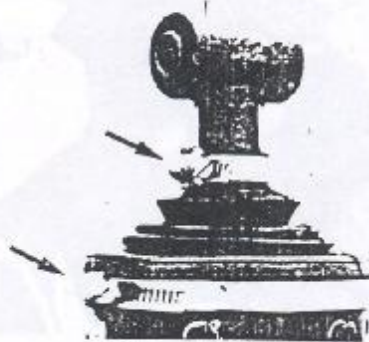

Figura 4.13.3 - Fixação da coifa de proteção.
2. Remover as braçadeiras superior e inferior de fixação da coifa de proteção do conjunto (Figura 4.13.3).
17. Instalar e apertar as braçadeiras de fixação da coifa de proteção (Figura 4.13.3).